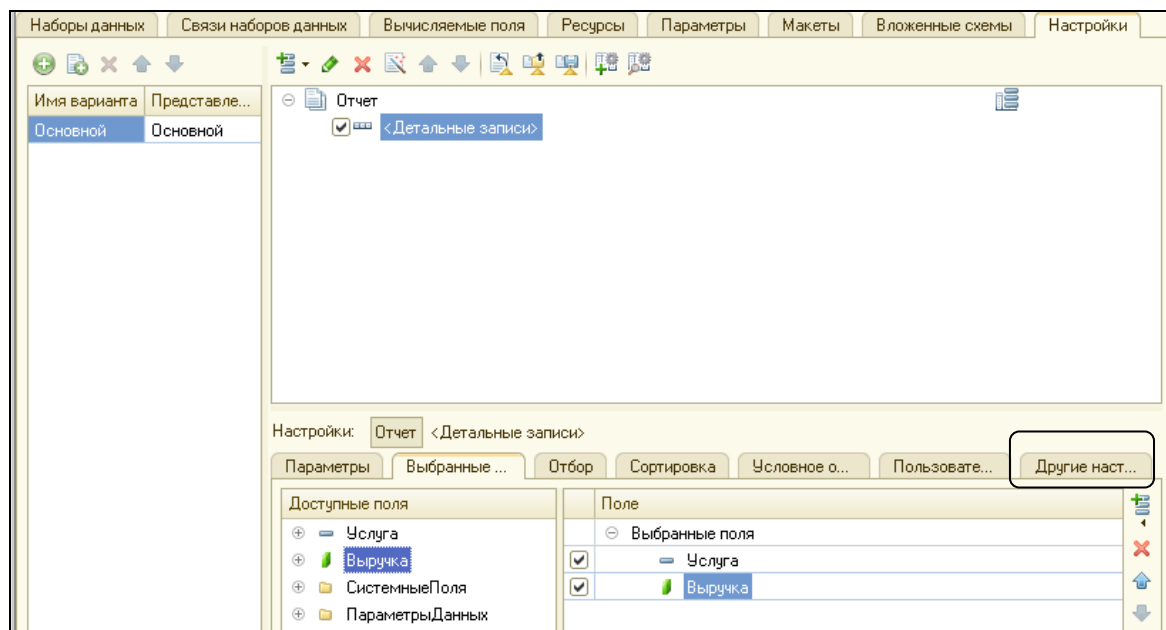

Рисунок 4.22 Определение полей в отчете
17. На закладке **Выбранные поля** укажем поля **Услуга** и **Выручка** (рис.4.22).